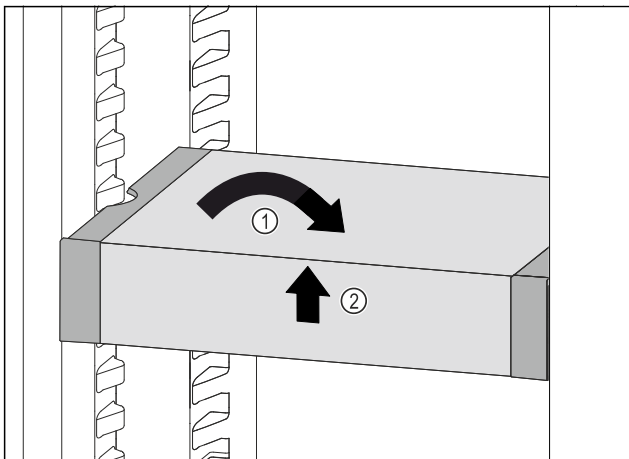

Fig. 115
- ▶ Установите VarioSafe прямо. Fig. 115 (1)
- ▶ Приподнимите VarioSafe спереди. Fig. 115 (2)